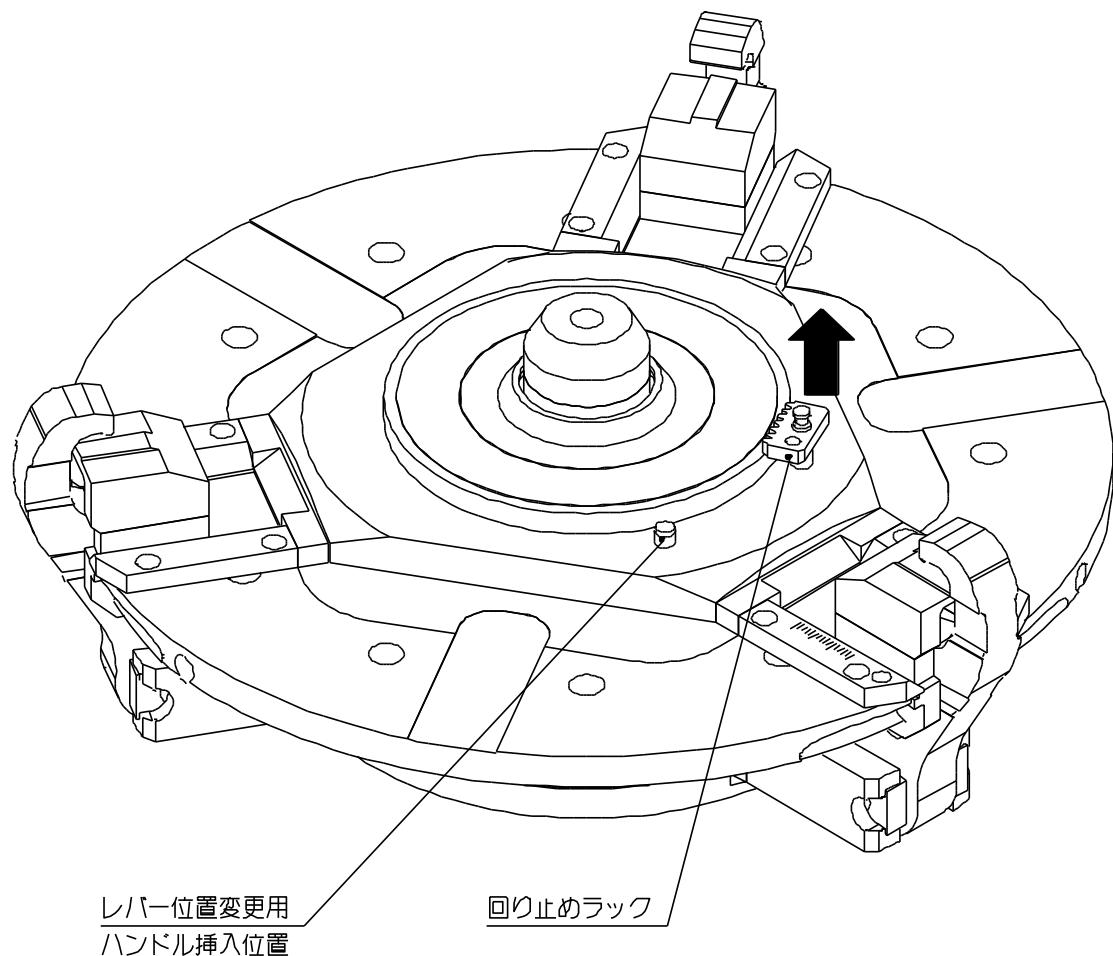

図 5
- ① 図 5 に示すように、回り止めラックを引き上げ、センタギヤとラックの噛み合いを外してください。